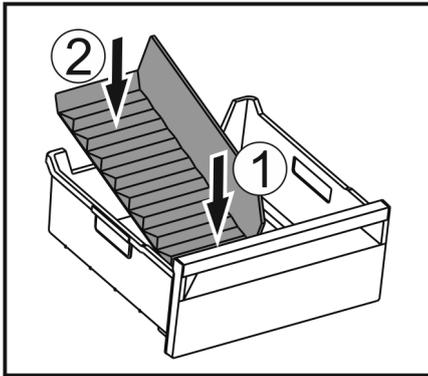

Fig. 62
- ▶ Vorderen Teil des Eisfach-Trenners einsetzen. Fig. 62 (1)
- ▶ Hinteren Teil des Eisfach-Trenners bis zum Schubfachboden absenken. Fig. 62 (2)